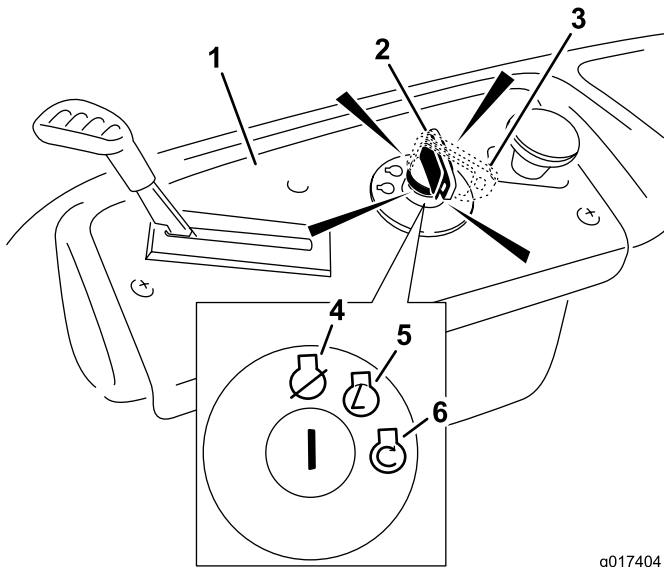

Figura 14
4. Gire la llave de contacto a Arranque para activar el motor de arranque (Figura 14).
4. Gire la llave de contacto a la posición de Desconectado (Figura 14) y retire la llave.